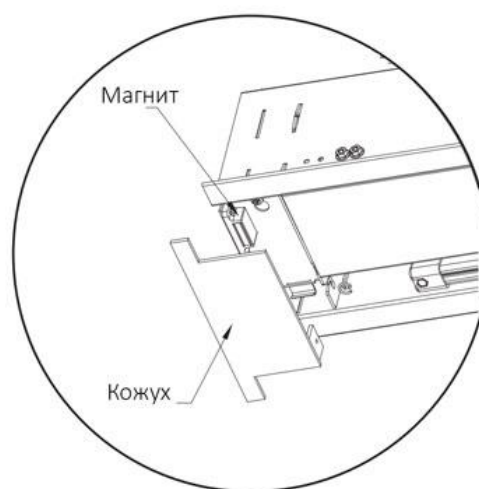

Рисунок 2
6. Установите декоративные кожухи по краям корпуса. Выровняйте их вплотную с корпусом. Кожух удерживается магнитом и фиксируется с помощью предохранительного винта (Рис. 2 и 3).